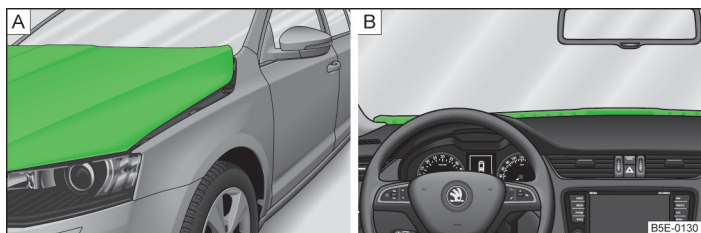

Fig. 165 Capot moteur soulevé
- Le capot moteur se soulève » fig. 165 - .
- Adaptez la hauteur du siège avant de prendre la route de façon à ce que le capot moteur soulevé ne limite pas le champ de vision à l'avant » fig. 165 - .